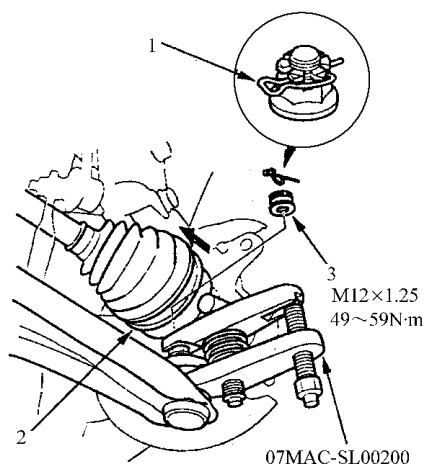

图 6-19 拆卸球头上的夹子
- 11) 如图 6-19 所示，拆卸下球头上的夹子，然后，松开槽形螺母。